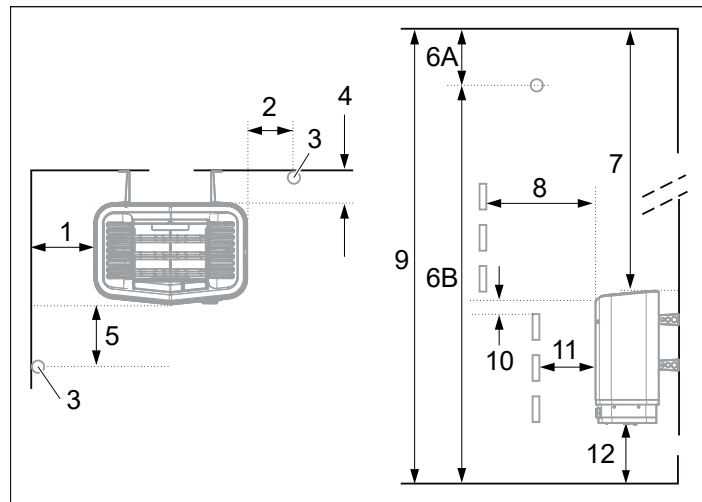
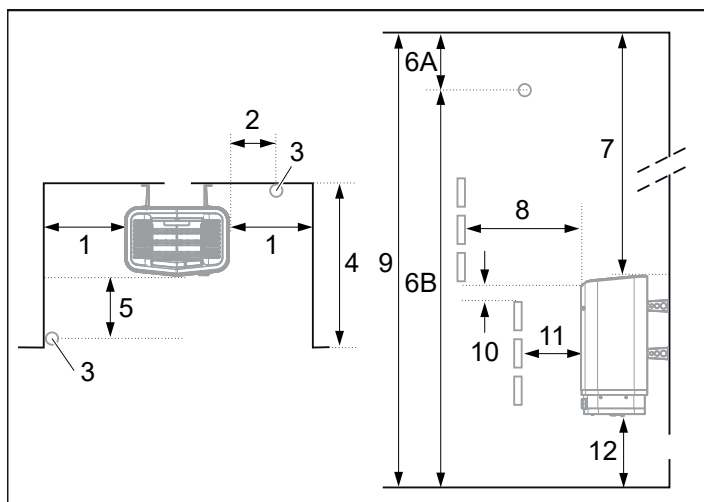

Fig 5: Placering av bastuaggregatet - normalmontage
Fig 7: Placering av bastuaggregat - nischmontage
- Planera sensorns placering (se Fig 5, sidan 3 samt Fig 7, sidan 4).
- på samma vägg som dörren (endast i undantagsfall på sidoväggen, men då mycket nära dörrväggen). Aggregatet kan också placeras i nisch (se Fig 7).
- på säkert avstånd till golvet, sidoväggar och inredning (se Fig 5).
Placera sensorn enligt bilden (se Fig 5).
1. Placera aggregatet på säkert avstånd till golv, sidovägg och inredning (se Fig 7).
2. Placera sensorn enligt bilden (se Fig 7).